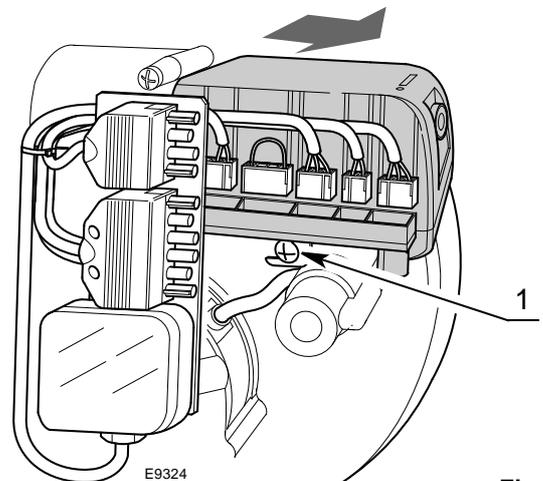

Fig. 17
- desconectar todos los conectores conectados a ella, el conector macho de 4 contactos, el conector macho de 6 contactos, los cables de alta tensión y el cable de tierra (TB);
- desenroscar el tornillo 1)(Fig. 17) y tirar de la caja de control en el sentido de la flecha.
- enroscar el tornillo 1)(Fig. 17) con una par de torsión de 1 ÷ 1,2 Nm;